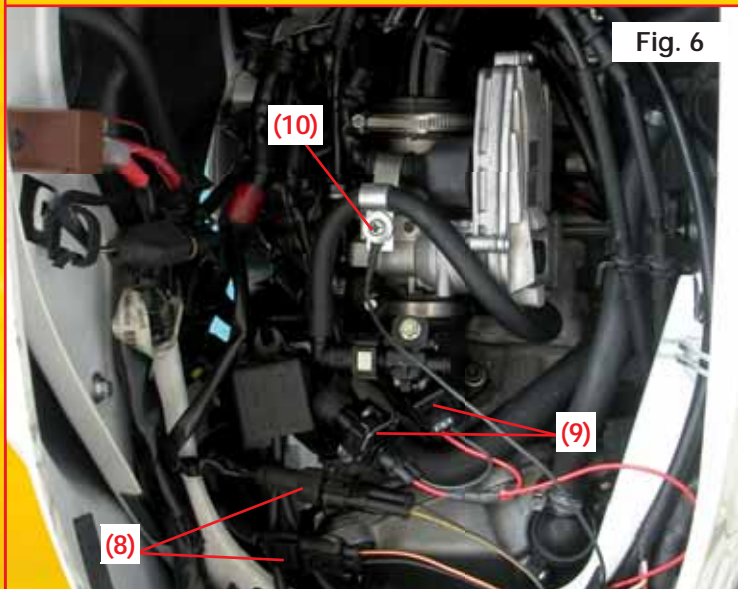

Fig. 6
- Individuata la sonda lambda (8) posizionata sulla marmitta, seguire il cablaggio fino al connettore.
- Individuare l'iniettore (9) e scollegarlo, interponendo il connettore proveniente dall' O₂ controller (Fig. 6).
Attenzione: collegare l'occhiello di massa (10) sopra al corpo farfallato, onde evitare il cattivo funzionamento del sistema (Fig. 6).
- Locate the Lambda sensor (8) and follow its cable until you reach its connector.
- Disconnect the injector connector (9); insert, into the circuit, the O₂ controller (Fig. 6).
Attention: screw the ground ring terminal (10) to the throttle body, hence avoiding any malfunctioning of the system (Fig. 6).
- Une fois la sonde lambda (8) trouvée sur l'échappement en suivre le câblage jusqu'au connecteur.
- Trouver l'injecteur (9) et le déconnecter; brancher le connecteur provenant de l' O₂ controller (Fig. 6).
Attention : Connecter le fil de masse (10) sur le corp à paipillon afin d'éviter un mauvais fonctionnement du système (Fig. 6).